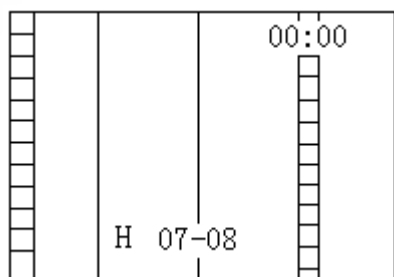

图 5
2、按“测量”键仪器显示“正在充电”，同时可见到屏幕显示正在刷新的三条波形线，待显示波形呈直线状态且数值相对稳定时（注：这是一个充电过程），再按“测试”键屏幕画面如图 5 所示：此时，表示仪器正在测量开关从 7 档到 8 档的开关切换过程。（默认为 07-08）